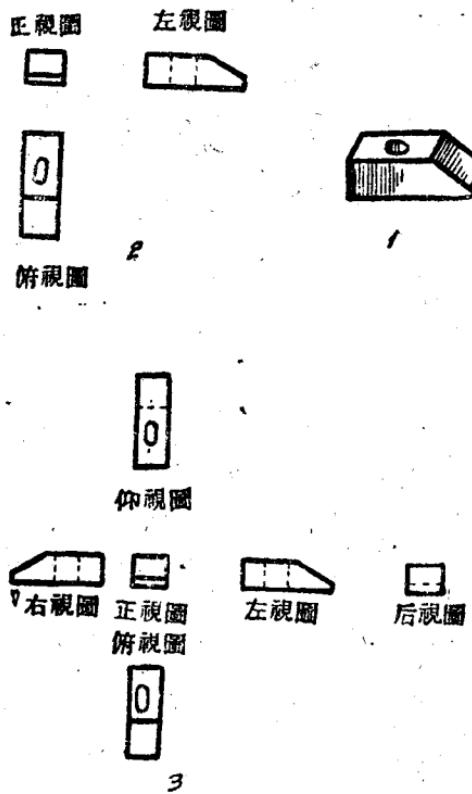

图 2-14 物体视图的排列位置
(3) 四~六面图：复杂的制品，三面图有时还不能完全表达时，在上述三面图中再加上三个视面（图2-14）划成六面图，即正视图上方加划仰视图表明制品底面的形状；正视图左面加划右视图表明制品右侧面的形状；在原三面图左视图的右边加划后视图表明制品后面的形状。